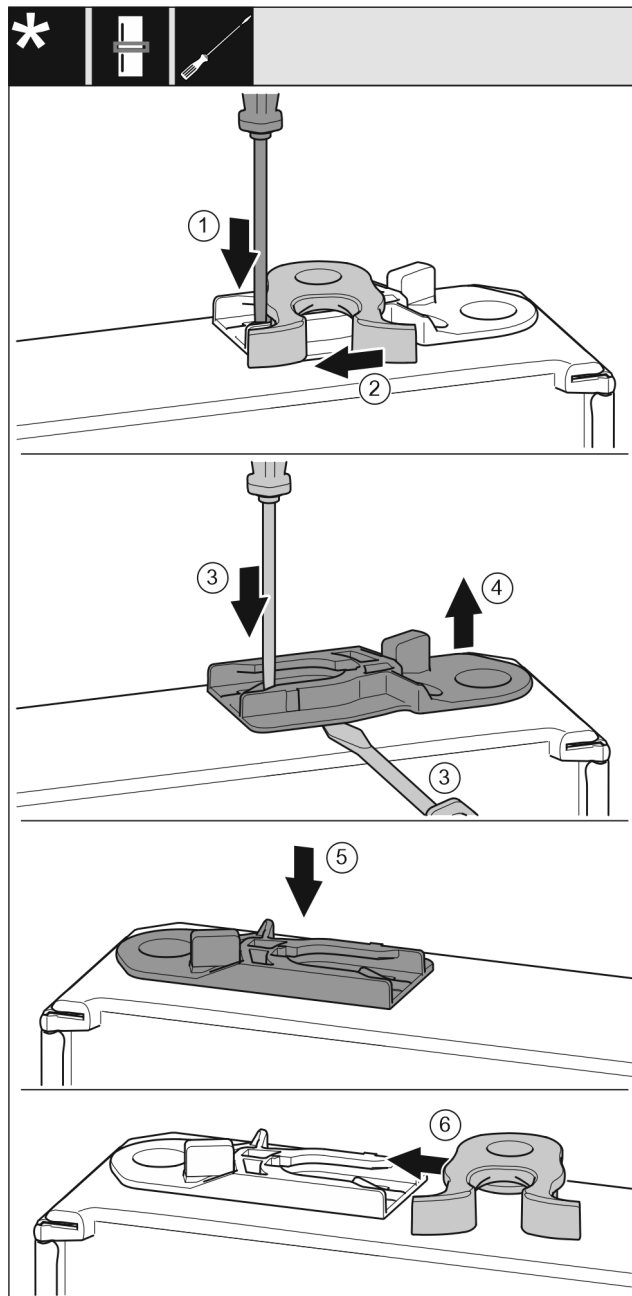

Fig. 16
- ▶ Apăsați în jos eclisa cu șurubelnița plată. Fig. 16 (1)
- ▶ Trageți cârligul de închidere din ghidaj. Fig. 16 (2)
- ▶ Scoateți bușca de ghidare: Apăsați eclisa cu șurubelnița plată și deplasați concomitent cu șurubelnița plată sub bușca de ghidare. Fig. 16 (3, 4)
- ▶ Împingeți bușca de ghidare atașată în pachetul de livrare pe altă parte a carcasei. Fig. 16 (5)
- ▶ Împingeți cârligul de închidere în ghidaj. Fig. 16 (6)